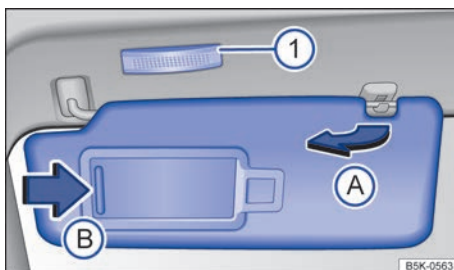

Fig. 111 En el revestimiento interior de la parte delantera del techo: parasol.
- Se pueden extraer del soporte y girar hacia las puertas → fig. 111 (A).